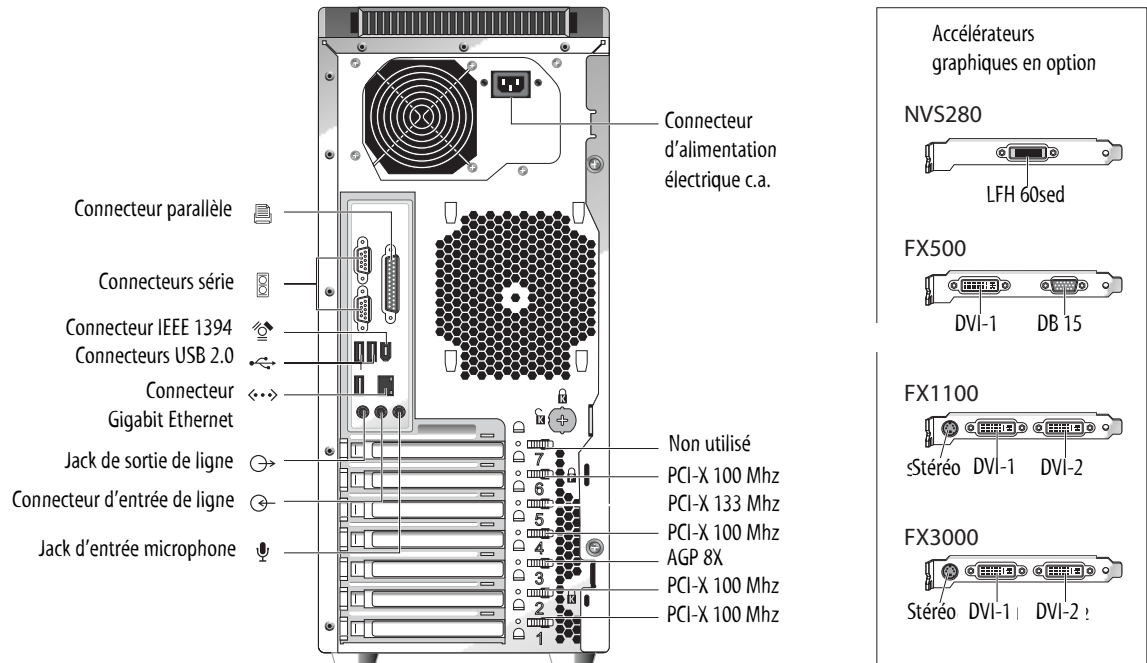

FIGURE 1-2 Panneau arrière
La FIGURE 1-2 illustre le panneau arrière des Sun Java Workstation W1100z et W2100z.
- Si la commande du système d'exploitation ne met pas la station de travail hors tension ou que la commande n'est pas disponible, appuyez sur l'interrupteur et relâchez-le (voir la FIGURE 1-2 pour déterminer l'emplacement de l'interrupteur).